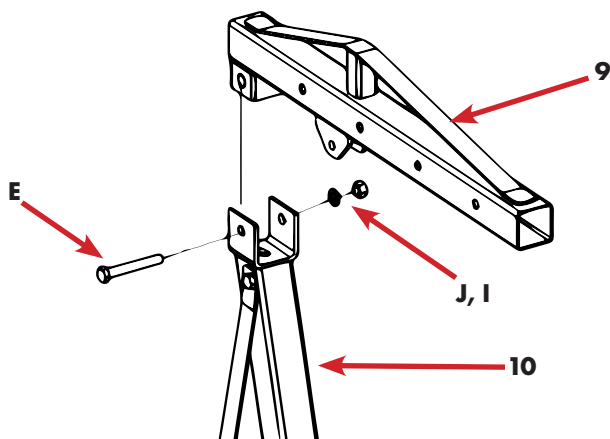

Fig.13
- Poser le bras de support sur le logement supérieur de l'Holmes, comme illustré sur la fig.13.
| Légende figure 13 (voir aussi page 15, figure 2 et tableau 1) | |